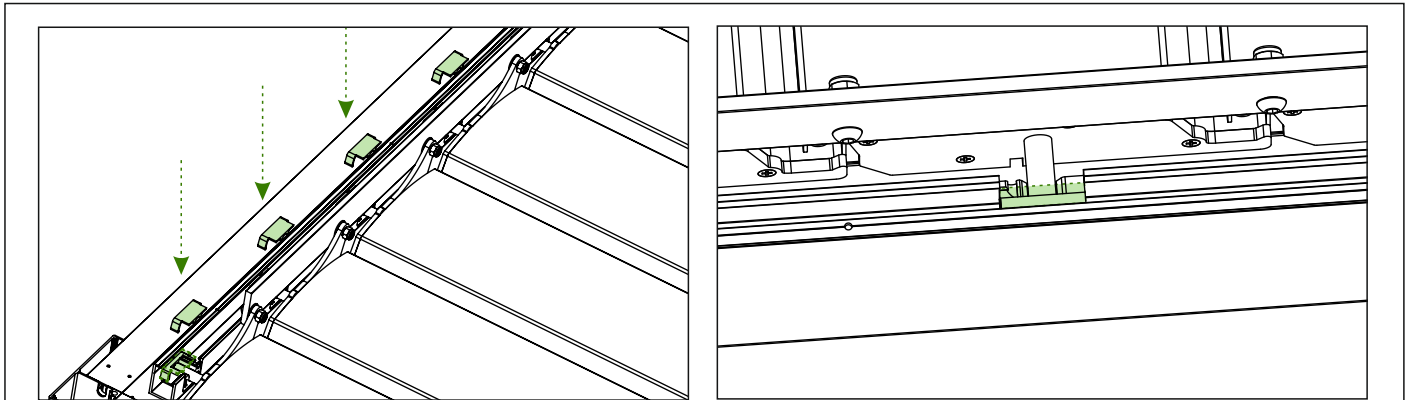

Abb. 17
7.1. Setzen Sie die Lamellenabdeckungen auf die Lamellen-Kunststoffsockel. Siehe Abb. 17.